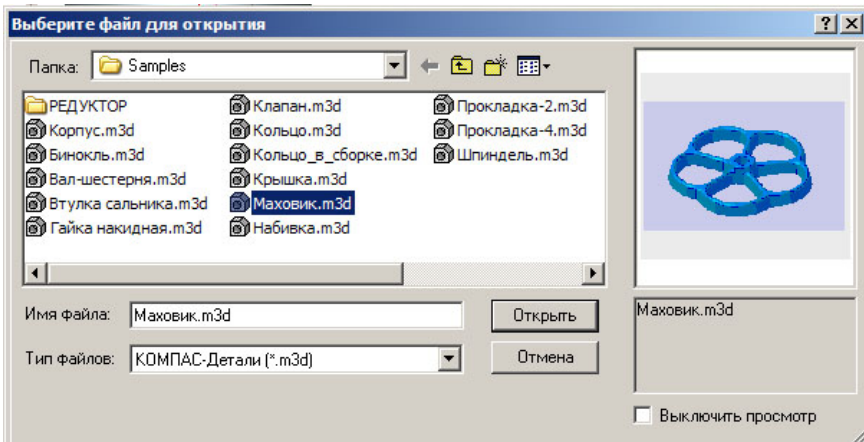

Рисунок 9.17 - Діалогове вікно "Выберите файл для открытия" при виборі деталі "Маховик"
- клацніть мишею в діалоговому вікні "Выберите файл для открытия", на назві моделі деталі "Маховик". Вміст обраного файлу з'явиться у вікні перегляду діалогове вікно (рис. 9.17);